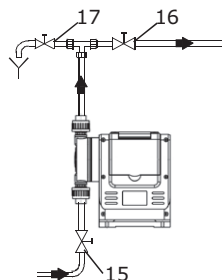

Рис. 18 Начальный пуск
- Откройте всасывающий и нагнетательный запорные клапаны (15, 16), если они установлены (см. рис. 18).
- Откройте клапан удаления воздуха (17), если он установлен на линии нагнетания или понизьте давление в линии нагнетания так, чтобы перекачиваемая среда могла выходить без преодоления противодавления.
- Закройте клапан удаления воздуха (17), если он установлен.